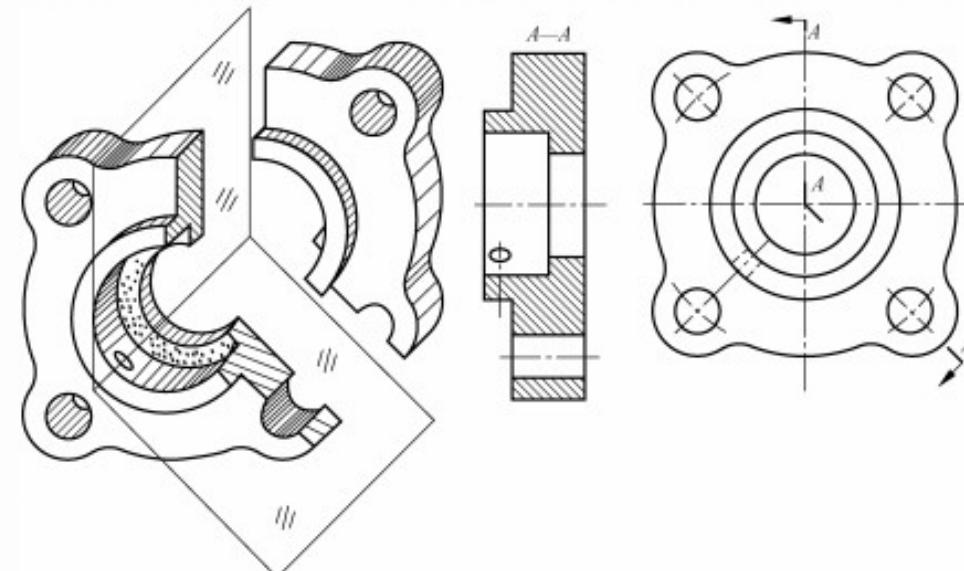

图 4-16 两个相交的剖切平面
(2) 几个相交的剖切面：用几个相交的剖切面（交线垂直于某一基本投影面）剖切机件所得到剖视图的情况，如图 4-16 所示。